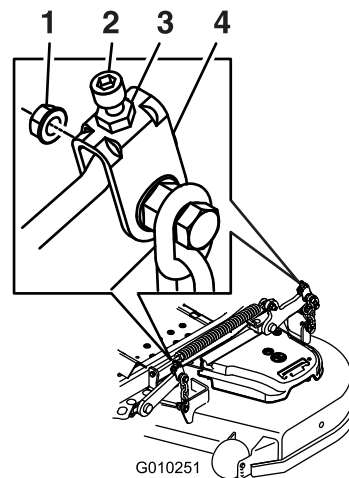

Figure 95
11. Pour les plateaux de coupe montrés à la Figure 95, ajustez précisément le serrage de l'écrou de réglage sur l'ensemble de levage du plateau avant (Figure 95).
17. Ajustez précisément la vis de réglage en la tournant de manière à obtenir une hauteur de 83 mm (Figure 95).